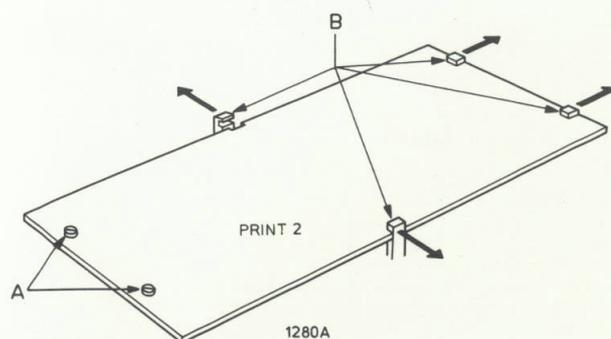

Fig. 6
- Vervangen van potentiometers (fig. 6)